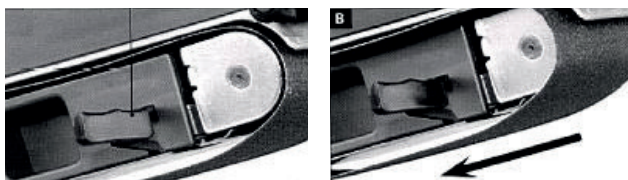

Рис. 2
- Потяните рычаг натяжения к внешнему краю. Будьте осторожны, т.к. рычаг в натянутой позиции может соскочить обратно в закрытое положение. Тяните рычаг до тех пор, пока он не будет зафиксирован в позиции, показанной на рис.2.